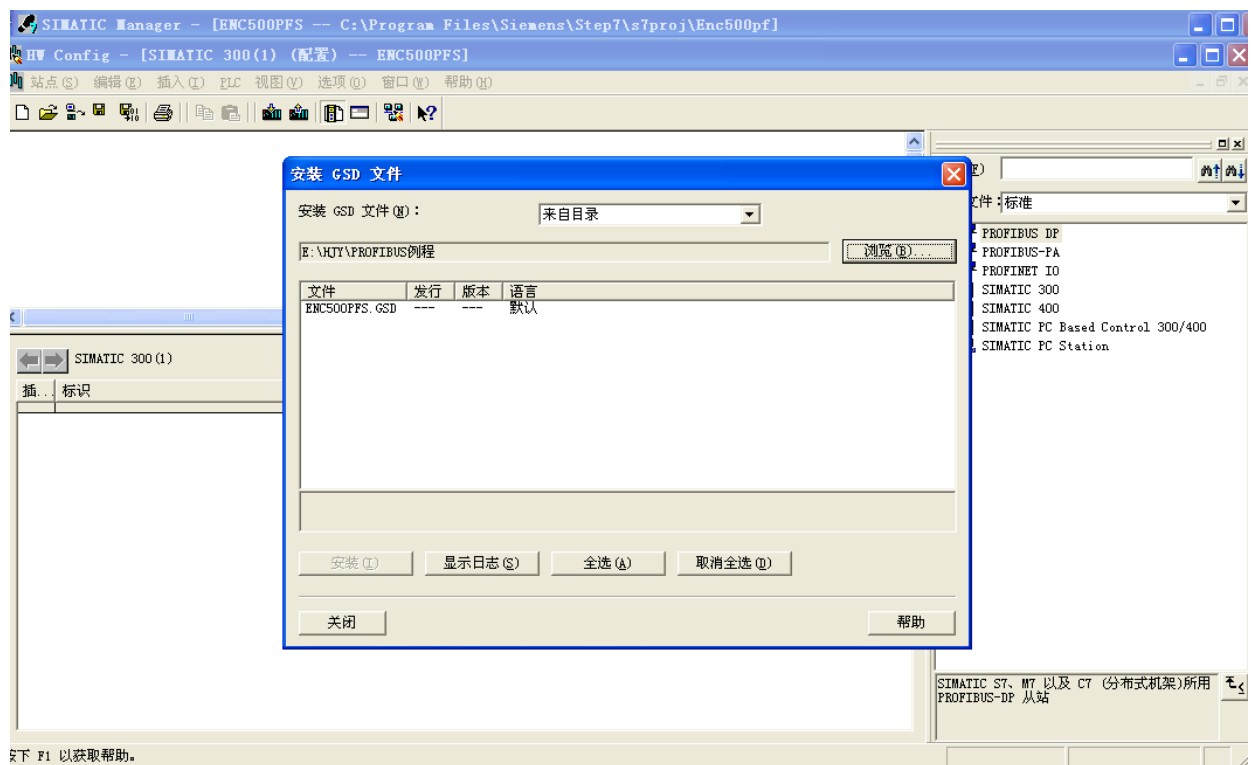

Рис. 3-7
3. Затем найдите новый файл ESQ600.GSD в файлах конфигурации системы, как показано на Рис. 3-7 :